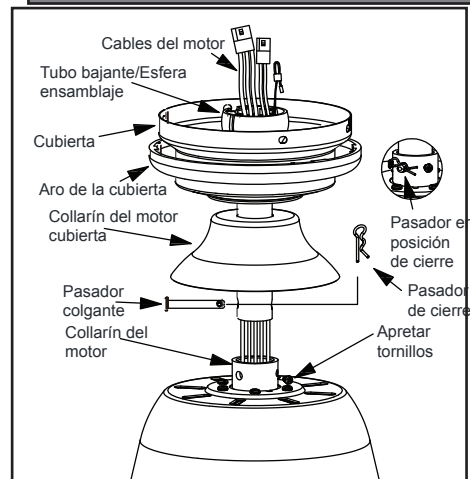

Figura 7
4. Inserta los cables que salen por la parte superior del motor del ventilador, a través de la cubierta decorativa del collarín del motor y enseguida por el aro de la cubierta. Asegúrate de que las ranuras queden en la parte superior. Inserta los cables a través de la cubierta y enseguida a través del conjunto del tubo bajante y esfera. (Figura 7)
6. Alinea los orificios en la parte inferior del tubo bajante con aquellos del collarín en la parte superior de la carcasa de motor. (Figura 7) Inserta con cuidado el pasador de soporte a través de los orificios del collarín y del tubo bajante. Ten cuidado de no apretar contra el cableado dentro del tubo bajante. Inserta el pasador de cierre en el orificio cercano al extremo del perno hasta que encaje en su posición, como se muestra en el círculo de la Figura 7.